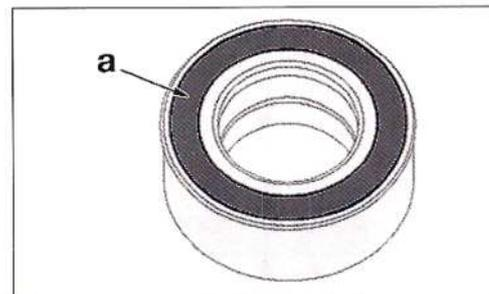

FIG. 38
- Preparar el rodamiento, la cara "a" del lado eje de transmisión (Fig.38).